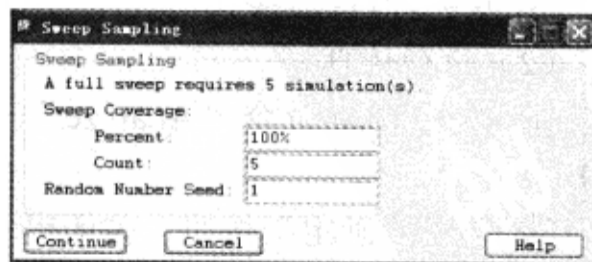

图 3-10-48 “Sweep Sampling”对话框
(3) 设置激励（攻击网络为 Fall、被攻击网络为 High）。
① 在工作空间单击 IOP2 上面的文字“Quiet Lo”，弹出“IO Cell Stimulus Edit”对话框。
② 在“Stimulus State”区域选中“Quiet Hi”单选按钮→单击“Apply”按钮。
③ 单击改变 IOP1 上面的文字“Rise”，在“Stimulus State”区域选中“Fall”单选按钮→单击“Apply”按钮。
④ 单击改变 IOP3 上面的文字“Rise”，在“Stimulus State”区域选中“Fall”单选按钮→单击“Apply”按钮。
⑤ 单击“OK”按钮，关闭“IO Cell Stimulus Edit”对话框。
(4) 执行仿真。
① 执行菜单命令“Analyze”→“Simulate”，弹出提示窗口（为被攻击网络选择接收器）。
② 单击“确定”按钮，关闭提示窗口。
③ 在工作空间单击“IOP5”，IOP2 和 IOP5 被高亮，同时弹出“Sweep Sampling”对话框，如图 3-10-48 所示。